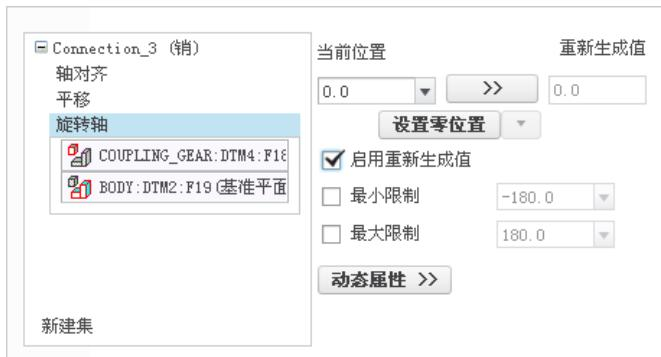

图 9.6.27 设置位置参数
(4) 设置旋转轴参考。在 **放置** 界面中单击 **旋转轴** 选项，选取 COUPLING_WHEEL 中的基准平面 DTM4 和 BODY 中的基准平面 DTM2 为旋转轴参考。
(5) 设置位置参数。在 **放置** 界面右侧 **当前位置** 区域下的文本框中输入值 0，并按 Enter 键确认，然后单击 **>>** 按钮；选中 **启用重新生成值** 复选框，如图 9.6.27 所示。